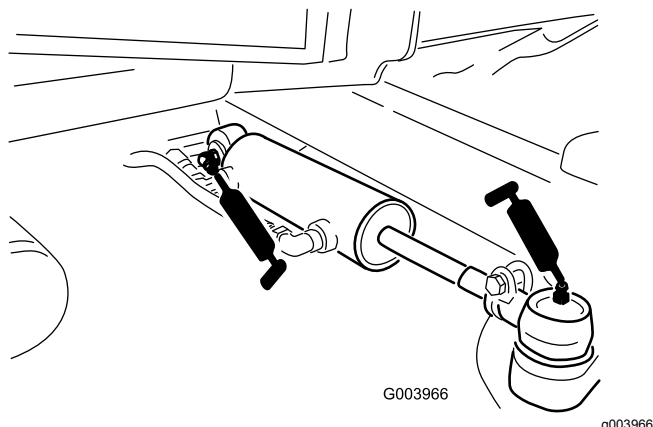

図 42
- ステアリングシリンダのボールジョイント 2ヶ所 図 42